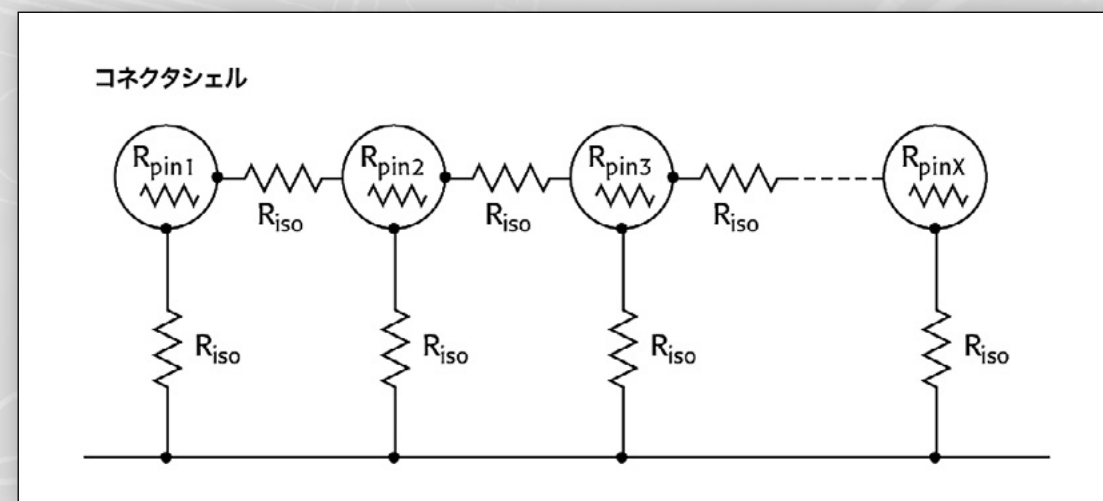

図7ピン接続性と分離抵抗を示すコネクタの電気等価回路
■ **コネクタ絶縁抵抗** - 今日の回路形状の微細化や動作周波数の上昇のため、アイソレーションは、信頼性とクロストークには重要なポイントとなっています。アイソレーションは典型的には、コネクタ内の2つのピンの間に電圧を印加し、その結果ピン間に流れる電流を測定することにより試験します。試験から得られる抵抗値を予め決められたしきい値と比較します。抵抗値レベルが低すぎればそのコネクタは使用できません。図7はコネクタの等価回路を示しており、アイソレーション抵抗はR_{iso}として示されています。高抵抗素子を試験する場合、測定抵抗値は印加電圧に応じて顕著に変化し、これは、抵抗値の電圧係数として知られています。